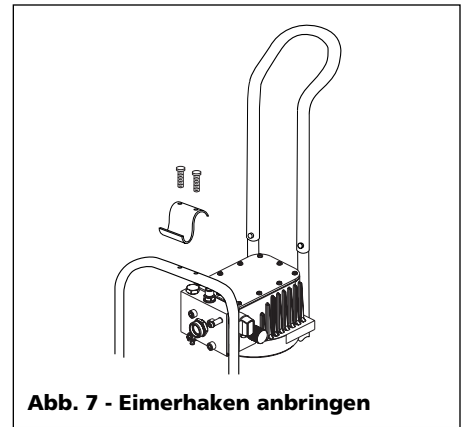

Abb. 7 - Eimerhaken anbringen
10. Die beiden Bohrungen im Eimerhaken mit den Bohrungen im oberen Rahmen ausrichten (siehe Abb. 7).